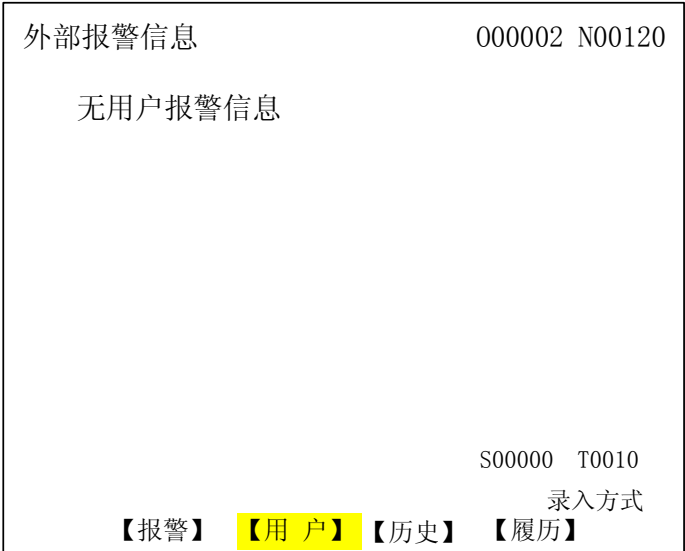

图 3-8-2
2、用户界面 在<报警>界面中按【用户】软键进入用户界面。如图 3-8-2 所示：